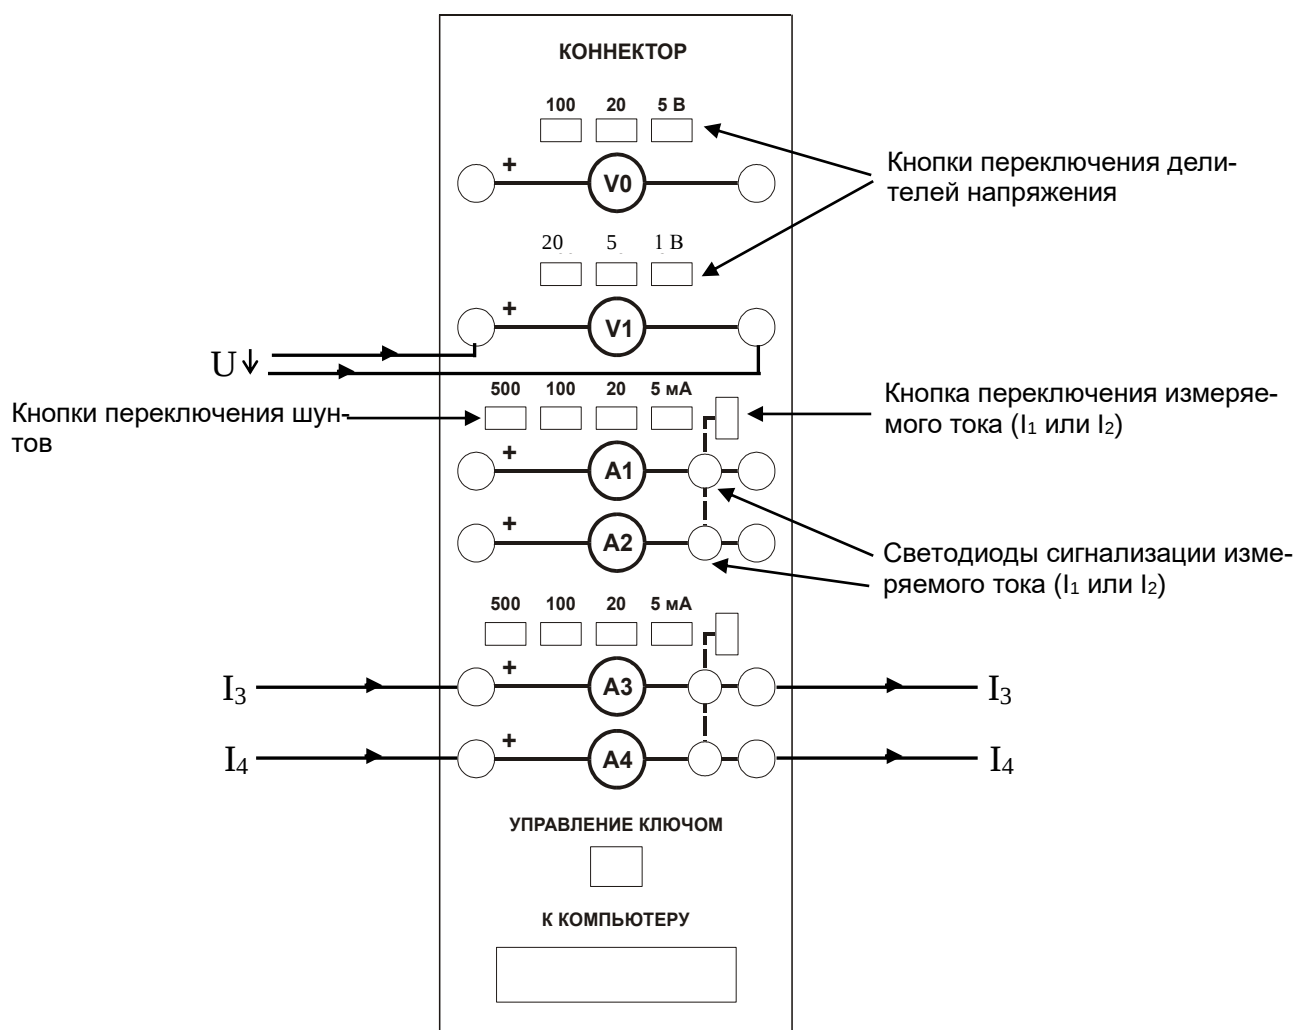

Рисунок 1.6 – Общий вид лицевой панели коннектора
6) Выберите пределы измерения амперметров и вольтметров, нажав соответствующие кнопки на коннекторе (рисунок 1.6). Выбранные пределы отображаются автоматически в соответствующих окнах виртуальных приборов. Когда измеряемый сигнал превышает допустимый для данного канала уровень, окно с показанием виртуального прибора начинает мигать красным цветом, а в верхней части панели включается надпись «Перегрузка! Перейдите на больший предел». Она гаснет, как только предел измерения становится больше измеряемой величины.